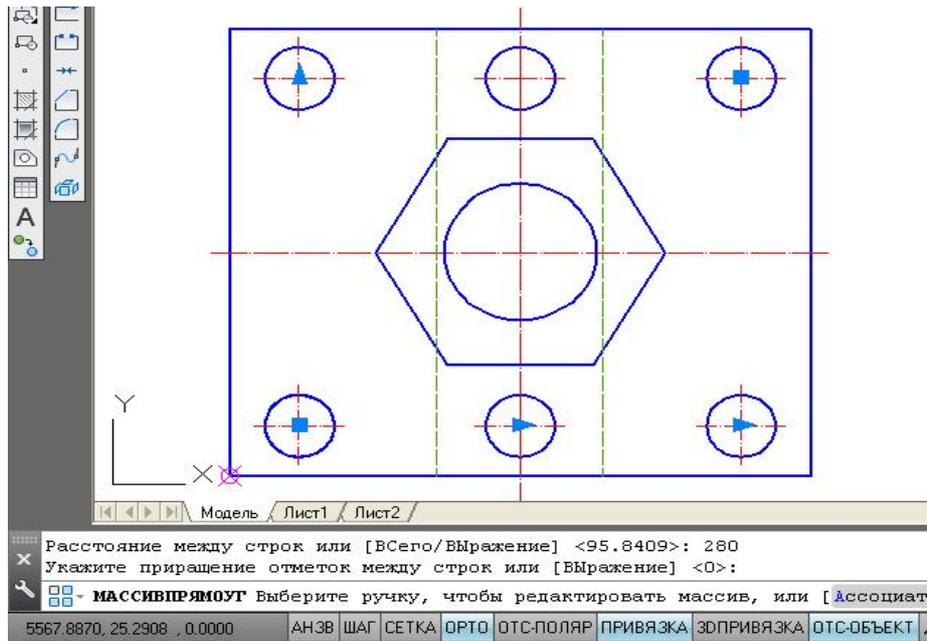

Рис. 66. Использование команды *Массив*
3.7. Выполнить копирование окружности с помощью команд *Редактирование* → *Массив* → *Прямоугольный* (см. подр. 3.2.4). В процессе построения можно выбрать объекты копирования до обращения к команде *Массив*, затем необходимо выбрать опции и ответить на запросы программы (см. рис. 66):